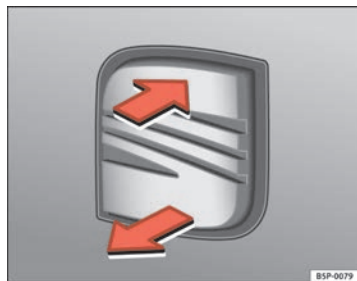

Abb. 46 Heckklappe:
- Ziehen Sie am Griff und heben Sie die Heckklappe an ⇒ Abb. 46. Die Heckklappe öffnet sich selbstständig.